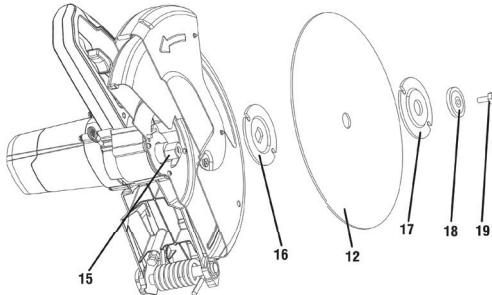

Fig. 3 – Instalação e extração do disco de corte
1. Levante a capa de proteção do disco (13);
2. Desaperte o parafuso (19) que fixa o disco girando no sentido anti-horário;
3. Remova o parafuso (19), a arruela (18) e as flanges (16 e 17) do eixo (15);
4. Instale cuidadosamente o disco de corte (12) no eixo (15) remontando pela sequência, como mostrado na Fig.3;
5. Abaixe a capa de proteção (13).